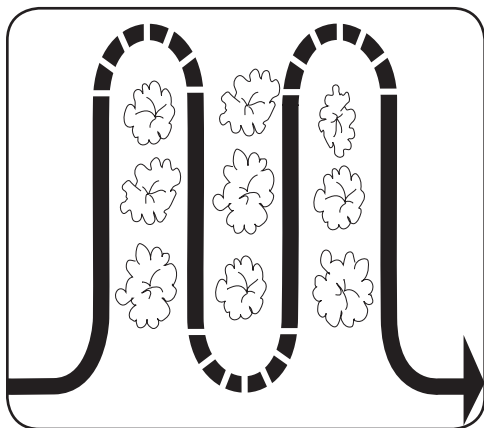

Figura 4-5
- Cuando labre la tierra (rompiendo la superficie de suelo alrededor de las plantas para destruir las malezas, vea la Figura 4-5), ajuste los dientes para cavar únicamente a una profundidad de 1 a 2 pulgadas. La labranza a poca profundidad ayuda a evitar que se lastimen las plantas cuyas raíces a menudo crecen cerca de la superficie. Si es necesario, levante las barras de control ligeramente para evitar que los dientes caven demasiado profundo. (La labranza regular no sólo elimina malezas, sino que además afloja y airea el suelo para mejor absorción de la humedad y crecimiento más rápido de las plantas). Si se riega la zona del jardín unos días antes de la labranza se facilitará esta tarea; también se contribuye permitiendo al suelo recién trabajado asentarse por uno o dos días antes de la pasada final, profunda, de la cultivadora.